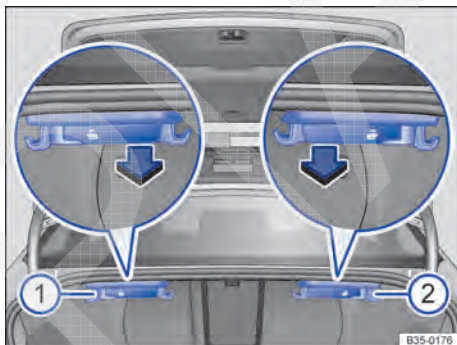

Fig. 105 No compartimento de bagagem: alavanca de destravamento à distância para a parte esquerda ① e a para parte direita ② do encosto do banco traseiro.
- Puxar a alavanca de destravamento à distância para o encosto do banco traseiro esquerdo ⇒ **Fig. 105** ① e direito ② no sentido da seta. A parte destravável do encosto do banco traseiro é rebatida automaticamente para frente.